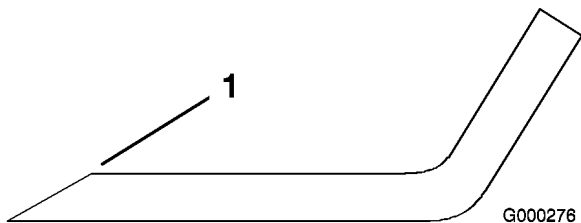

Figura 66
1. Utilice una lima para afilar el filo de corte en ambos extremos de la cuchilla (Figura 66). Mantenga el ángulo original. La cuchilla permanece equilibrada si se retira la misma cantidad de material de ambos bordes de corte.